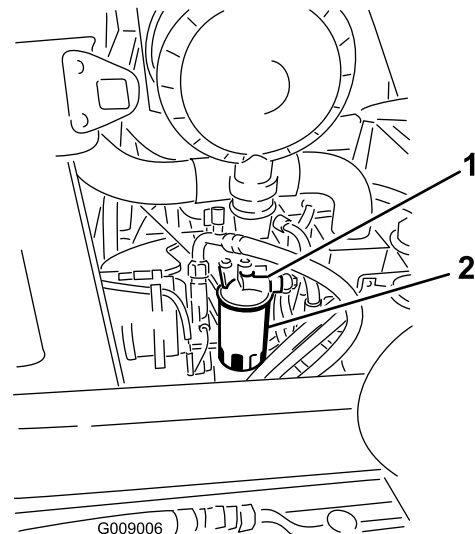

Figura 65
1. Limpie la zona alrededor del cabezal del filtro de combustible (Figura 65).
2. Retire el filtro y limpie la superficie de montaje del cabezal del filtro (Figura 65).